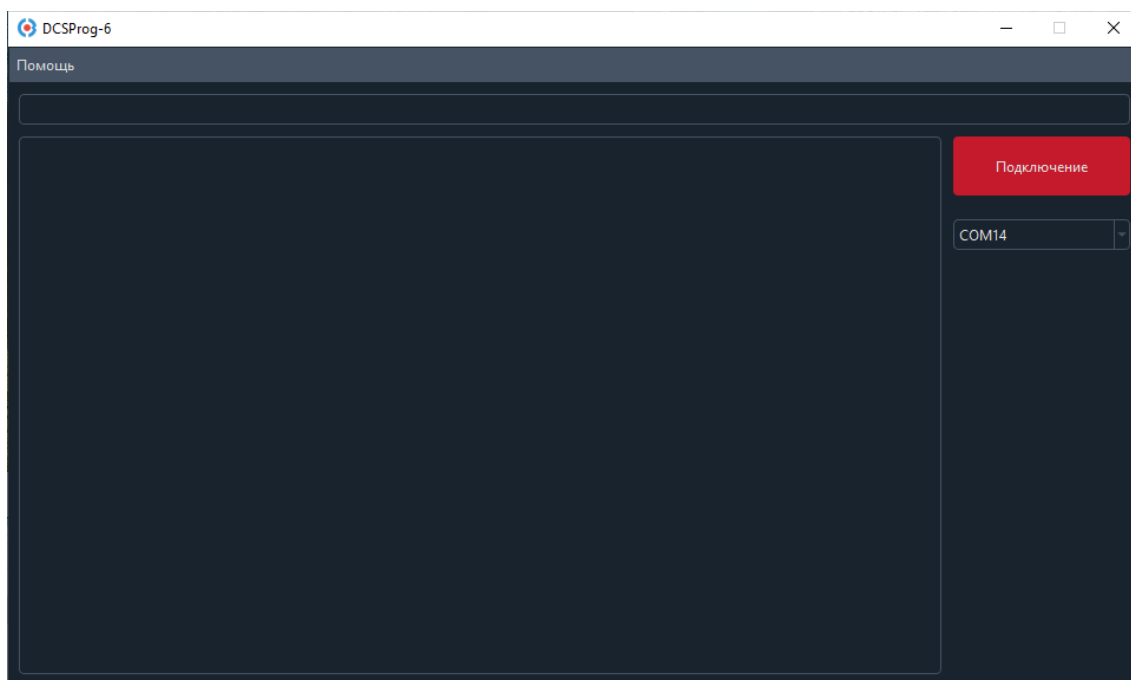

Рисунок 45. Внешний вид ПО при первом включении
3. Выберите COM-порт, который соответствует отладочной плате (Рисунок 45);